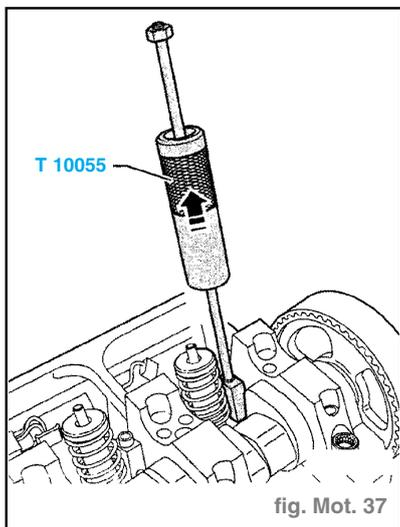

fig. Mot. 37
- A l'aide de la douille 3410, desserrer les vis de fixation (2) de l'axe de culbuteurs en travaillant de l'extérieur vers l'intérieur et retirer l'axe de culbuteurs.
- A l'aide de la douille T10054, desserrer la vis de fixation (3) du bloc de serrage et retirer ce dernier.
- Mettre en place le dispositif d'extraction dans la fente latérale de l'injecteur-pompe, en lieu et place du bloc de serrage (fig. Mot. 37).